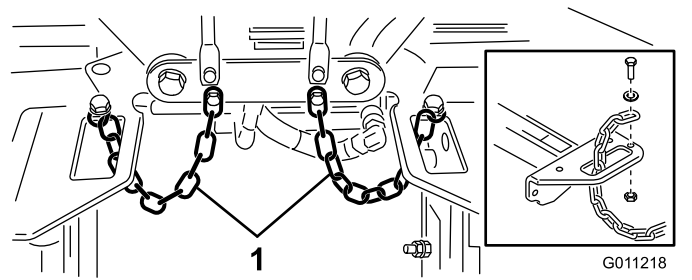

Figura 23
4. Dirijați un lan de basculare prin fanta de la capătul fiecărui cadru de susinere. Fixați lanul de basculare la partea superioară a cadrului de susinere cu un urub, o aibă și o contrapiuliă (Figura 23).